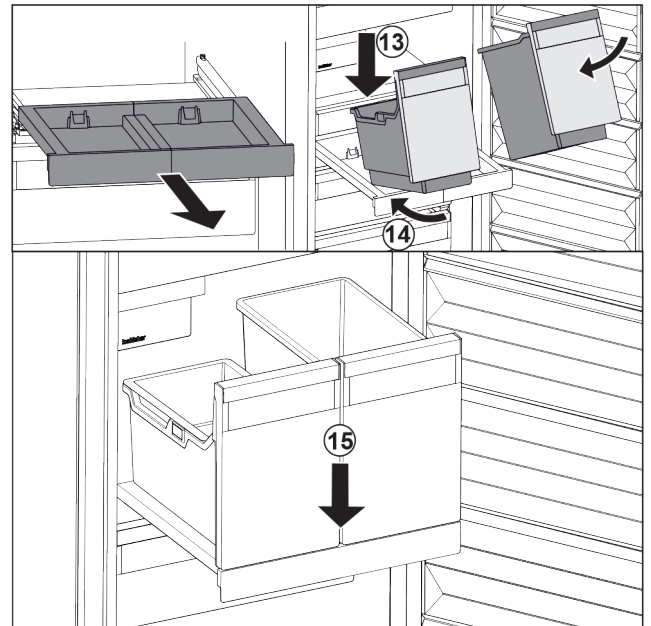

Fig. 105
- ▶ Colocar los recipientes inclinados sobre el estante extraíble. *Fig. 105 (13)*
- ▶ Introducir los recipientes inclinados hacia atrás. *Fig. 105 (14)*
- ▶ Depositar los recipientes por delante. *Fig. 105 (15)*